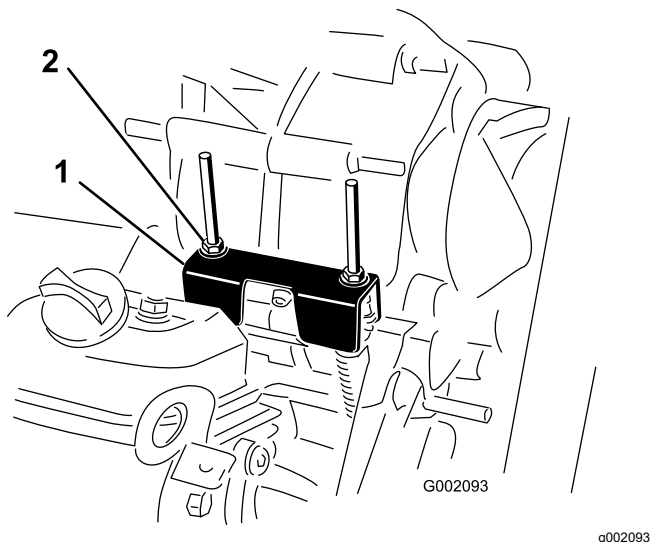

Bild 62
Wenn Sie regelmäßige Wartungsarbeiten und/oder eine Motordiagnostik durchführen, müssen Sie das Getriebe in NEUTRAL-Stellung schalten (Bild 62). Der
2. Stellen Sie sicher, dass die Leerlaufhalterung in der NEUTRAL-Stellung ist (mit der Kabelbefestigungshalterung unter der Ganghalterung nivelliert), indem Sie die Antriebskupplung drehen (Bild 62).
3. Drehen Sie eine der Sicherungsmuttern (Bild 62), um einen Abstand von 0,762 mm bis 1,524 mm zwischen der Unterseite der Mutter bzw. Scheibe und der Leerlaufhalterung zu erhalten.